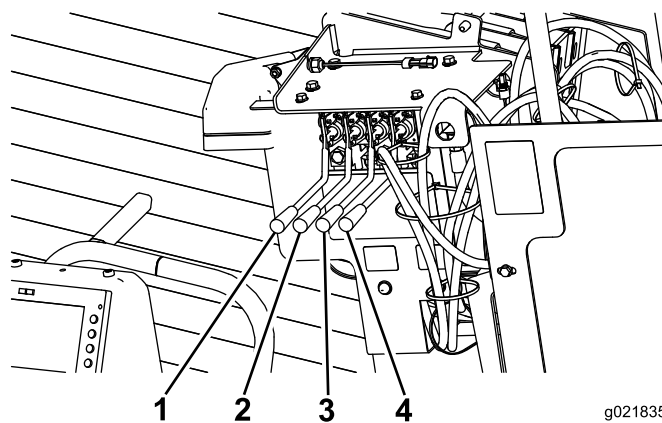

Figura 44
6. Mueva las 2 palancas de la estaca derecha hacia dentro para bajar y girar la estaca de barrena derecha hasta el fondo (Figura 44).